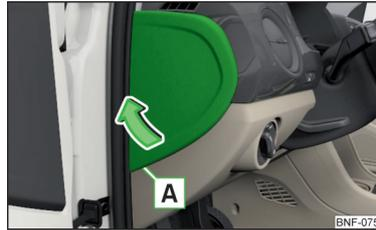

Abb. 137
- Einen Schlitzschraubendreher in die Aussparung A in der Abdeckung einführen » Abb. 137.